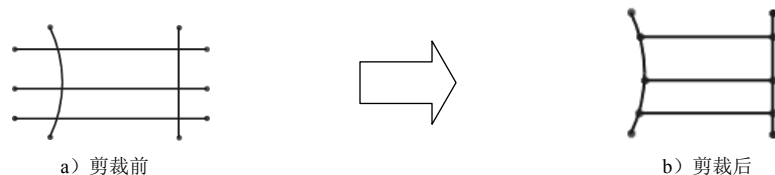

图 4.7.19 “在外剪除”方式
- 使用  在外剪除(O) 方式可剪裁位于两个所选边界之外的开环实体，如图 4.7.19 所示。